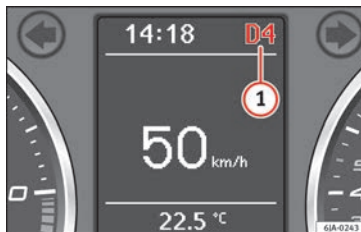

Bild 178 Informationsdisplay: väljarspakens lägen
Väljarspakens aktuella läge visas på den allmänna displayen på instrumentpanelen **1** » bild 178.
- Från läget **D** för du väljarspaken åt höger. Det valda läget för väljarspaken visas på den allmänna displayen på instrumentpanelen tillsammans med den valda växeln **1** » bild 178.